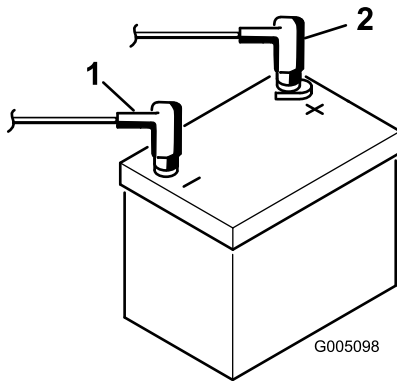

Figure 8
9. Raccordez le câble positif (rouge) de la batterie à la borne positive (+) et le câble négatif (noir) à la borne négative (-), et fixez-les en place avec les boulons et les écrous (Figure 8). Placez le capuchon en caoutchouc sur la borne positive pour éviter les courts-circuits.